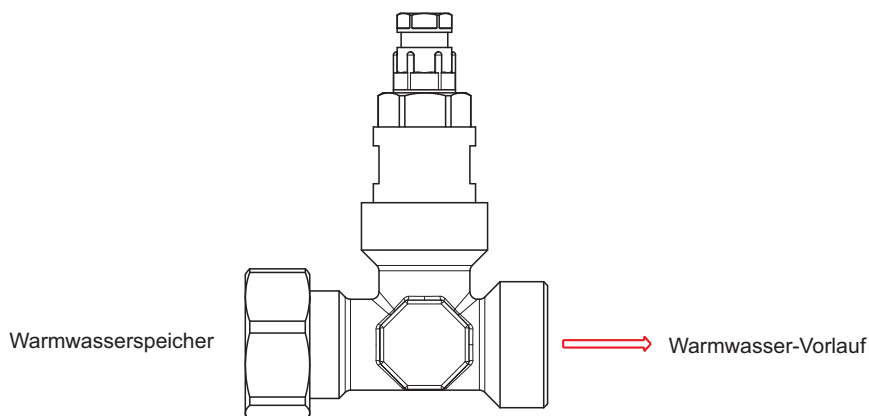

Abb. 4.3: Warmwasser-Vorlauf mit Tauchhülle für Temperaturfühler
- 1) Temperaturfühler ist in die Tauchhülse (Abb. 4.3 auf S. 6) des in den Warmwasservorlauf eingebauten Fitting einzu-stecken, ggf. Fühlerhülse vor den Einbau mit Wärmeleitpaste bestreichen.